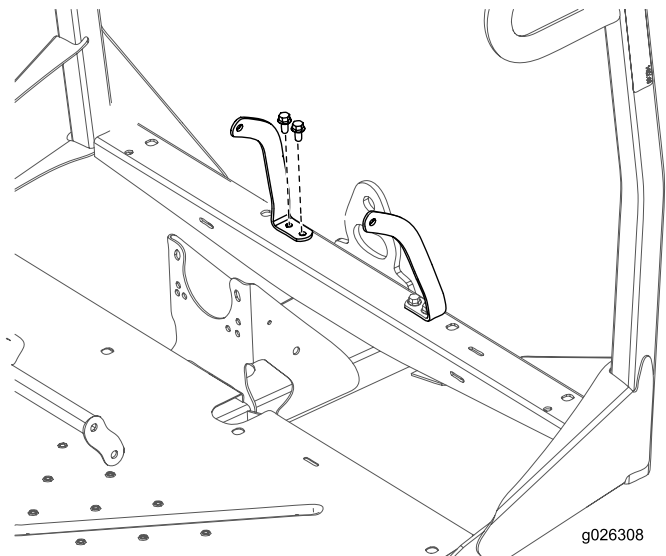

図 9
4. 左右のシートベルトアンカーを前フレームに固定する; ボルト 3/8 インチ 4本とナット 3/8 インチ4個を使用する 図 9。